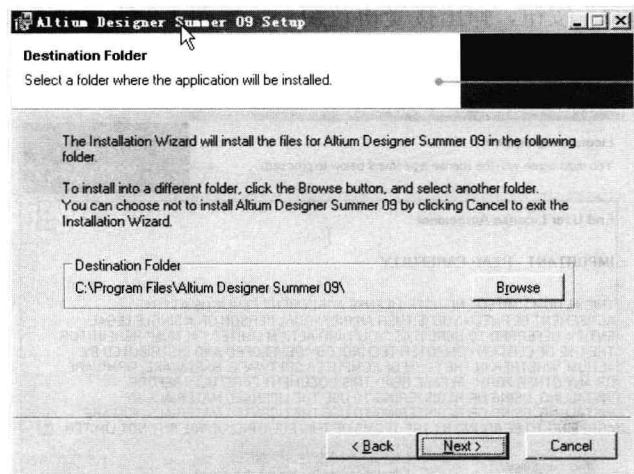
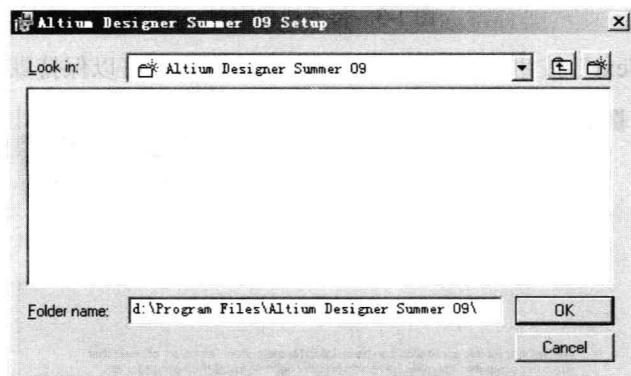

图 1-5 默认的安装路径窗口
图 1-6 更改安装到 D 盘
(6) 单击“Next”按钮，弹出选择安装文件夹路径窗口，如图 1-5 所示。在图 1-5 所示中用户可以直接单击“Next”按钮，进行默认安装，也可以更改安装文件夹的路径，为了避免计算机重装后的风险，用户可以更改安装路径。
(7) 在图 1-5 所示中单击“Browse”浏览按钮进行更改安装路径，在图 1-6 所示中更改“Folder name”栏中 C:\ 为 D:\，其余不变，单击“OK”按钮，这样就可以更改安装到 D 盘中。